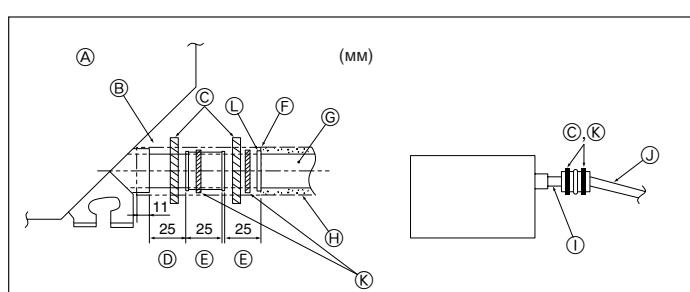

Fig. 3-5
- ⑦ О. D. ø32 PVC TUBE
- ⑧ Сделайте ее как можно большей
- ⑨ Внутренний прибор
- ⑩ Установливайте трубы большого размера для сгруппированных труб
- ⑪ Наклон вниз (1/100 или больше)
- ⑫ О. D. ø38 PVC TUBE для сгруппированных труб. (9 мм изоляция или больше)
- ⑬ До 85 см
1. Подсоедините соединительную муфту для дренажа (входит в комплект поставки прибора) к дренажному порту. (Fig. 3-5)